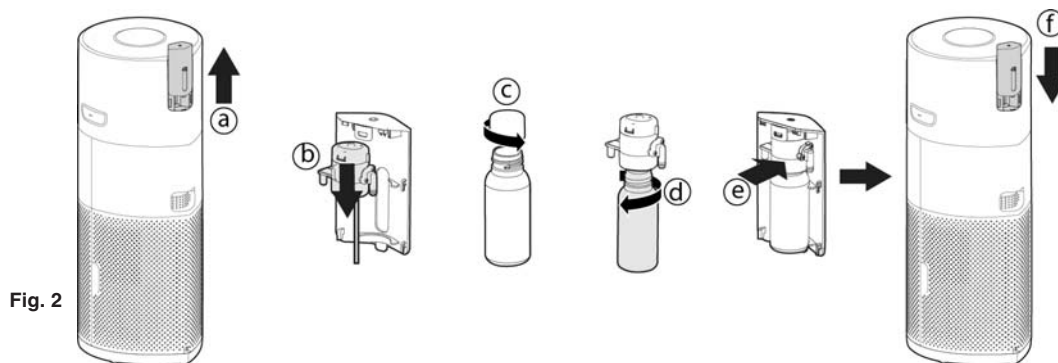

Fig. 2
2. Monter diffuserflasken [Fig. 2]